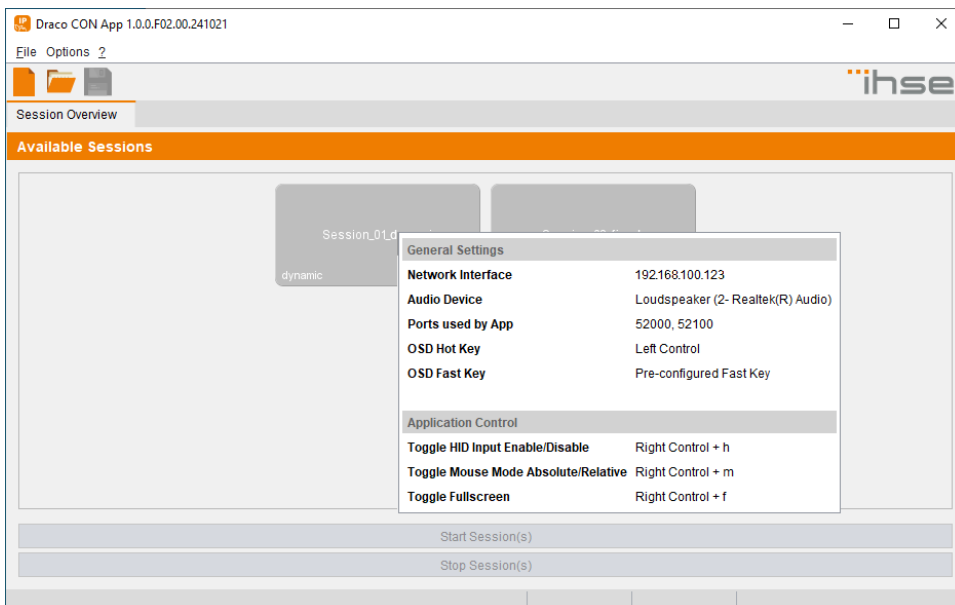

Abb. 63 Draco CON App - Info-Box einer Session
1. Geben Sie den **Hot Key** ein (2xLinks Strg gemäß den allgemeinen Einstellungen aus Abb. 63), um den Kommando-Modus zu starten.